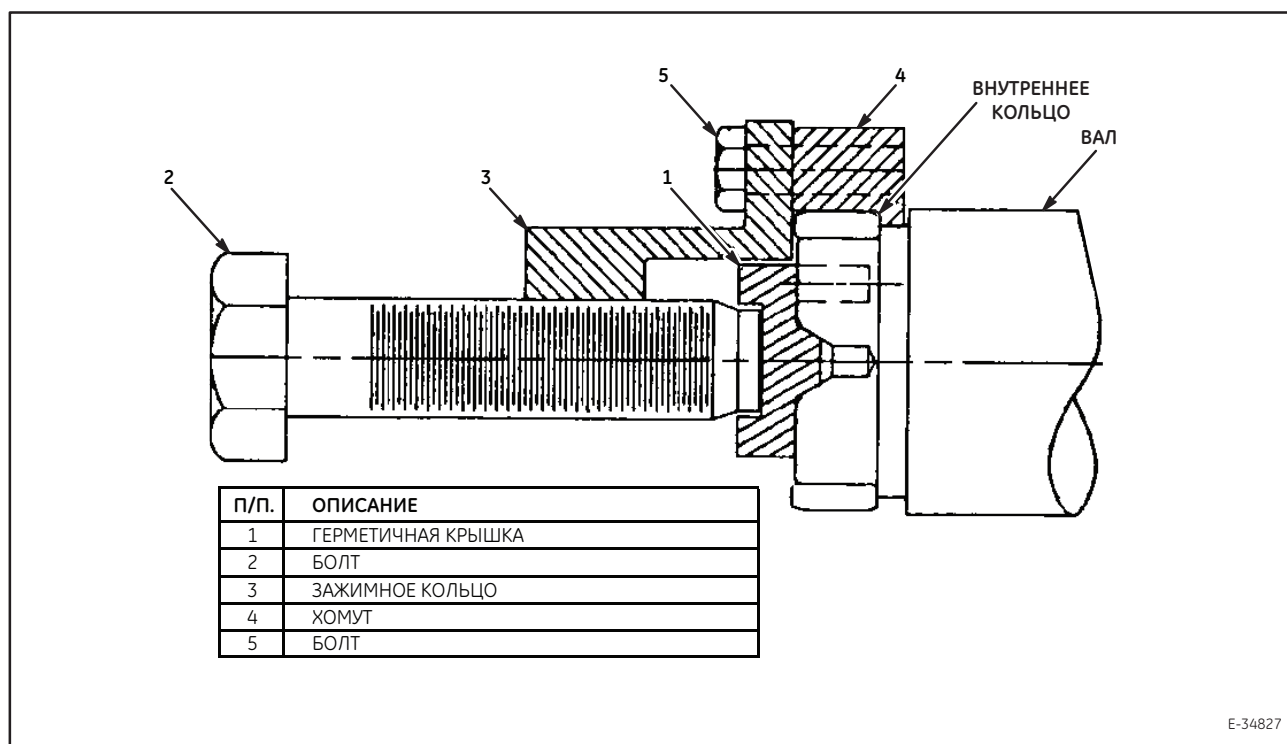

Рисунок 6. Съемник внутренней обоймы.
9. Если требуется замена верхнего подшипника (8), выпрямите язычки стопорной шайбы подшипника и открутите прижимную гайку подшипника (10).
10. Выпрессуйте подшипник (8) с вала (7). Удалите шайбу (13).
11. Снимите болты и шайбы (35) крепления крышки подшипника и крышку подшипника (33).
12. Снимите крышку подшипника (37), открутив винты (36).
13. Снимите болты и шайбы (43), крепящие прижимную пластину (34), после чего снимите прижимную пластину. Снимите с вала внутреннюю обойму роликового подшипника (Рис. 6).
14. Удалите старый подшипник и кольцо (13) и выполните очистку деталей согласно разделу 6 «Очистка» настоящего руководства.